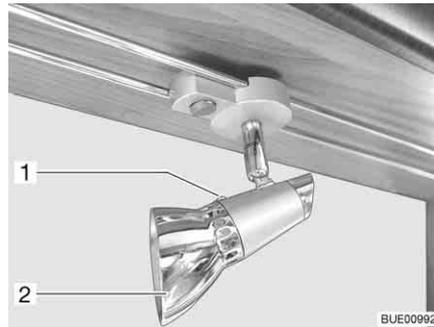

Bild 239 Halogenspotleuchte (verschiebbar)
- Befestigungsschraube (Bild 239,1) lösen.
- Lampenschirm (Bild 239,2) abnehmen.